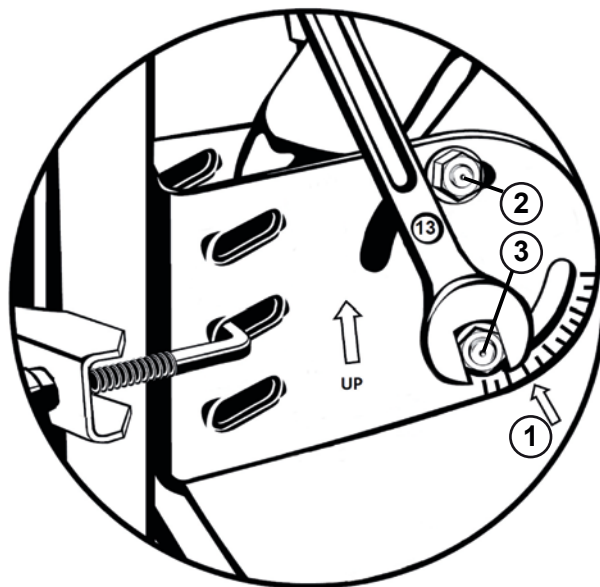

Abb. 7: Neigung (Elevation) einstellen
1. Die Skalierung an der rechten Seite der Masthalterung (von hinten gesehen) beachten (Pfeil ① in Abb. 7).
2. Die zwei Schrauben der Masthalterung lockern, um die Neigung der Antenne verändern zu können (②, ③ in Abb. 7).